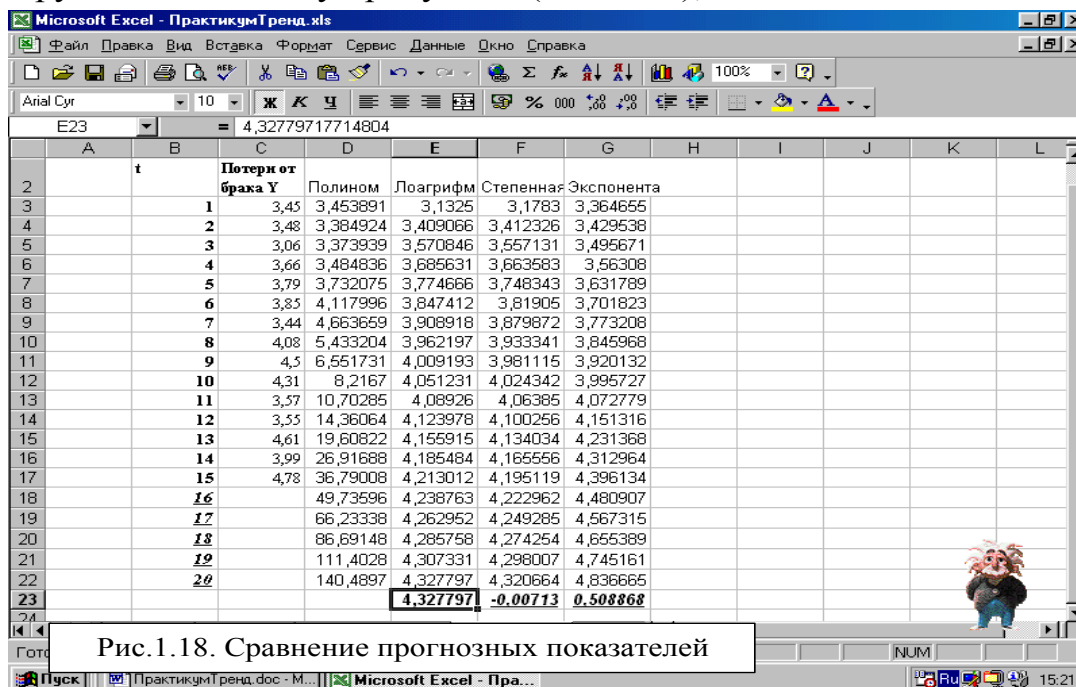

Рис.1.18. Сравнение прогнозных показателей
- 5.3. Самым точным является прогноз по логарифмической трендовой модели – 4,327797177 рублей на единицу продукции (Рис.1.18.);